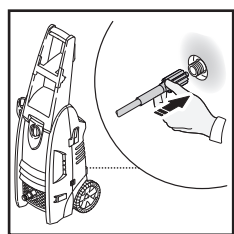

Fig. 3
- Visser l'haut tuyau de pression (dans le sens des aiguilles d'une montre) sur le dos de l'unité au fond (la fig. 3). La fin du tuyau doit être insérée dans la sortie d'eau loin assez si le col peut enfiler sur les fils de sortie jusqu'à ce que transmet tendu. Ne pas utiliser des poignes de pinces ou vice pour resserrer. S'il prend moins que six vous tournent plus ou moins n'a pas resserré convenablement l'haut installation de tuyau de pression. C'est plus facile à disposer la rondelle de pouvoir devant vous si garantir que les fils sont correctement commencés. L'échec convenablement pour resserrer l'haut tuyau de pression aura pour résultat le tuyau qui glisse ou sauter tout de suite en tournant l'unité sur. Ne pas se soucier des dommages si ceci arrive - réinstalle juste et prend le soin supplémentaire à visser l'haut installation de tuyau de pression.